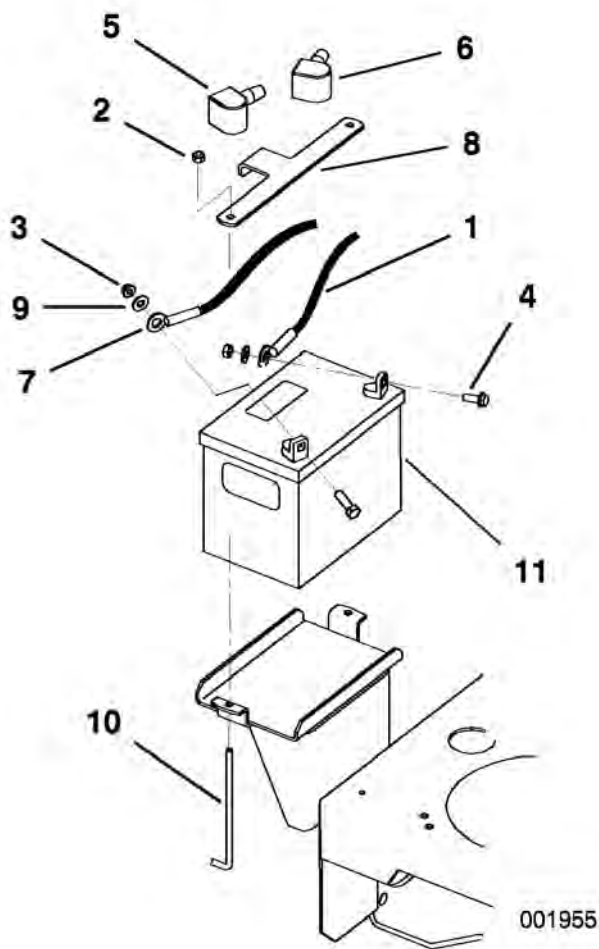

Figure 40
3. Enlevez le capuchon en caoutchouc noir qui protège le câble négatif. Débranchez le câble négatif de la batterie de la borne négative (-) de la batterie (Figure 40).
4. Ôtez le capuchon rouge de la borne positive (rouge) de la batterie. Débranchez ensuite le câble positif (rouge) de la batterie (Figure 40).
5. Déposez la plaque de maintien de la batterie (Figure 40) et enlevez la batterie.
1. Placez la batterie sur la machine (Figure 40).
3. Commencez par relier le câble positif (rouge) à la borne positive (+) de la batterie avec un écrou, une rondelle et un boulon (Figure 40). Glissez le capuchon de caoutchouc sur la borne de la batterie.
4. Reliez ensuite le câble négatif et le câble de masse à la borne négative (-) de la batterie avec un écrou, une rondelle et un boulon (Figure 40). Glissez le capuchon de caoutchouc sur la borne de la batterie.